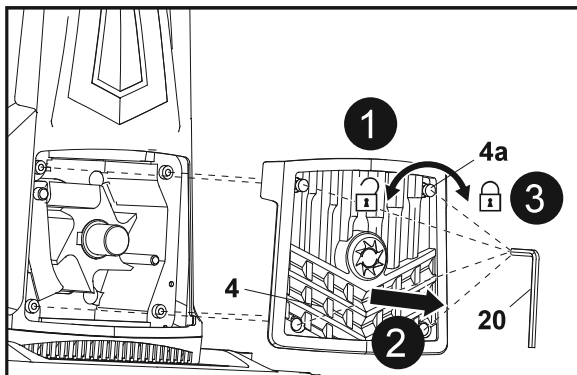
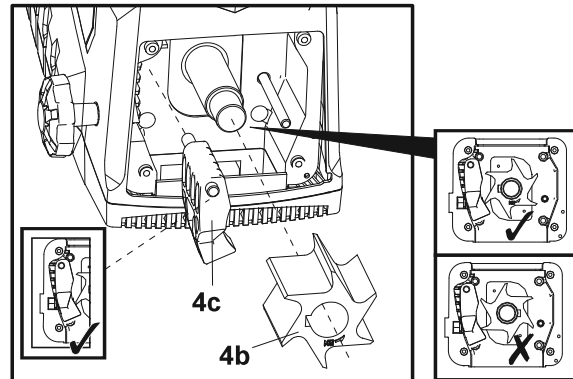

Fig. 13
Fig. 14
1. Pulse el interruptor de apagado "O" (16) para apagar la máquina. Espere hasta que las cuchillas dejen de girar completamente.
2. Coloque el máquina sobre una superficie nivelada y quite el recogedor (12) siguiendo el orden inverso al de montaje. Si es necesario, vacíe el recogedor (12).
3. Afloje completamente los cuatro pernos de montaje (4a) hacia la izquierda con la llave Allen suministrada (20) y retire la protección del compartimento de cuchillas (4) (Fig. 13, pasos 1, 2).
4. Retire con cuidado el material atascado del canal de descarga (6).
5. Si es necesario, retire las cuchillas (4b) y la placa de corte (4c) (Fig. 14).
6. Vuelva a instalar las cuchillas (4b), la placa de corte (4c) (si la había retirado) y la protección del compartimento de cuchillas (4).
7. Apriete los cuatro tornillos (4a) hacia la derecha con la llave Allen suministrada (20) para fijar en su sitio la protección del compartimento de cuchillas (4) (Fig. 13, paso 3).
8. Coloque correctamente el recogedor (12) en el bastidor (8).
9. Pulse el interruptor de encendido "I" (15) para encender la máquina.